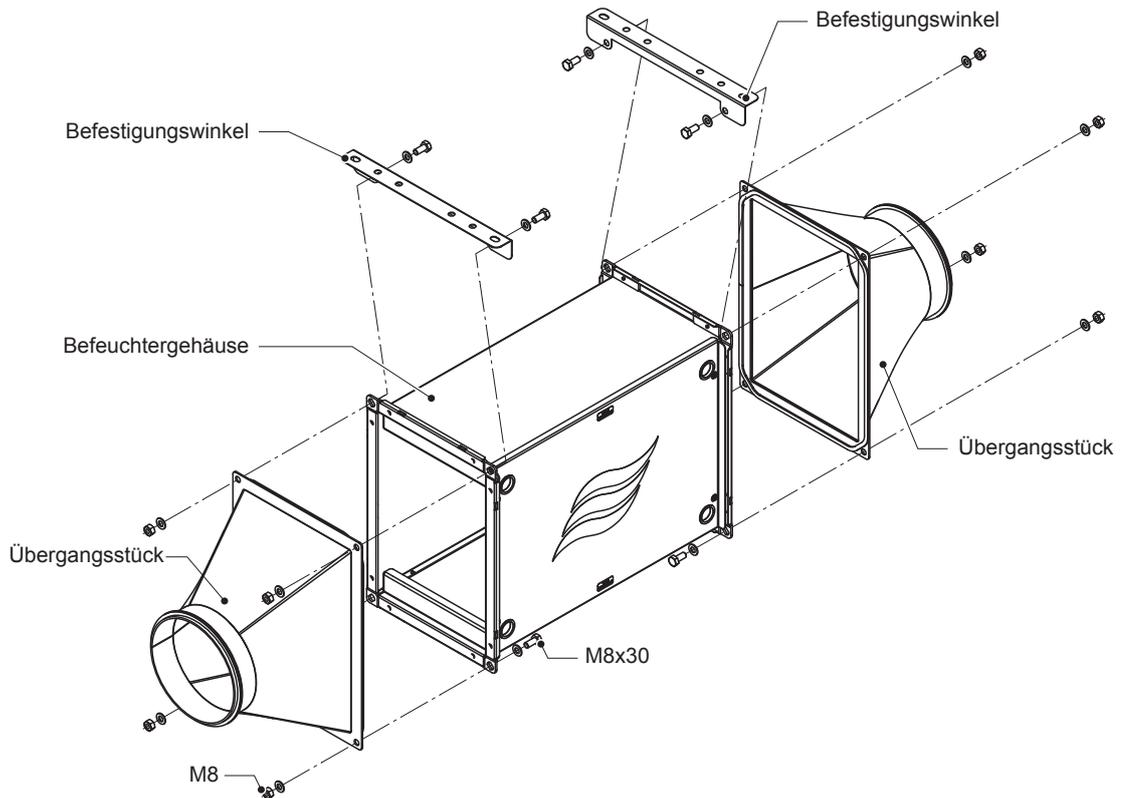
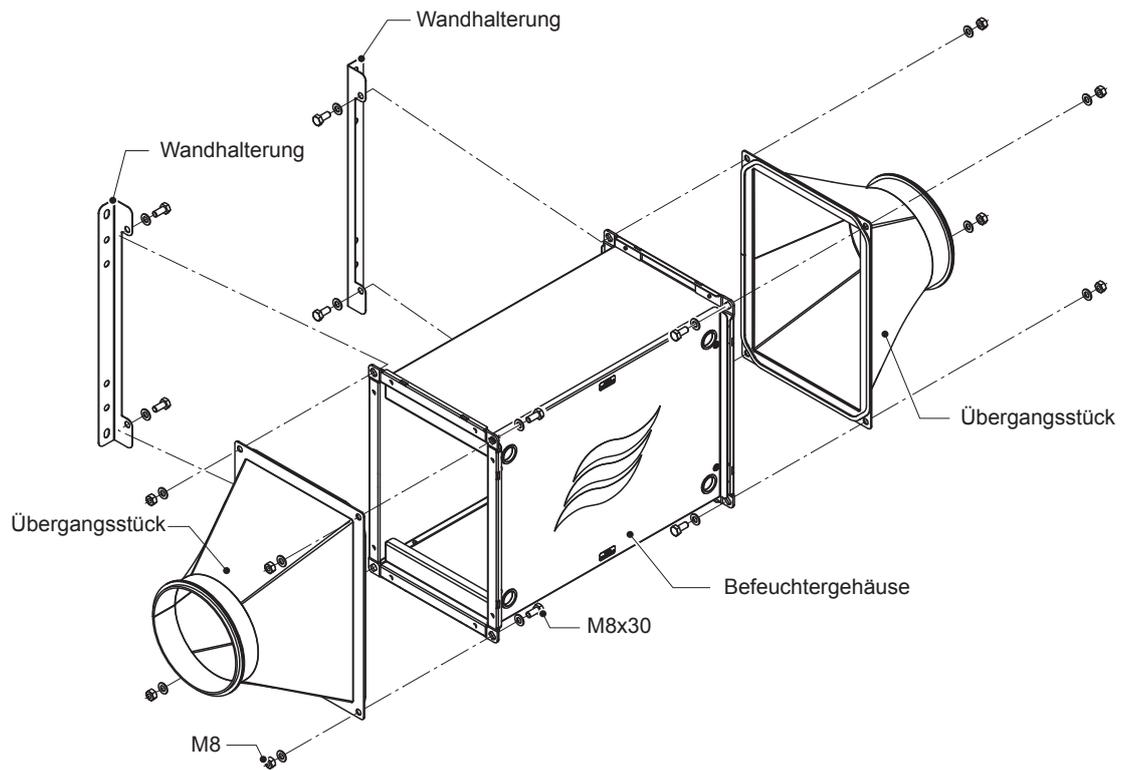

Abb. 9: Zusammenbau Deckenmontage
Abb. 10: Zusammenbau für Wandmontage (Option)
2. Befestigungswinkel und Übergangsstücke mit Dichtung auf beiden Seiten des Befeuchtergehäuses mit den mitgelieferten Schrauben M8 x 30 mm, Unterlagscheiben und Muttern M8 am Befeuchtergehäuse befestigen (siehe Abb. 9 bzw. Abb. 10).